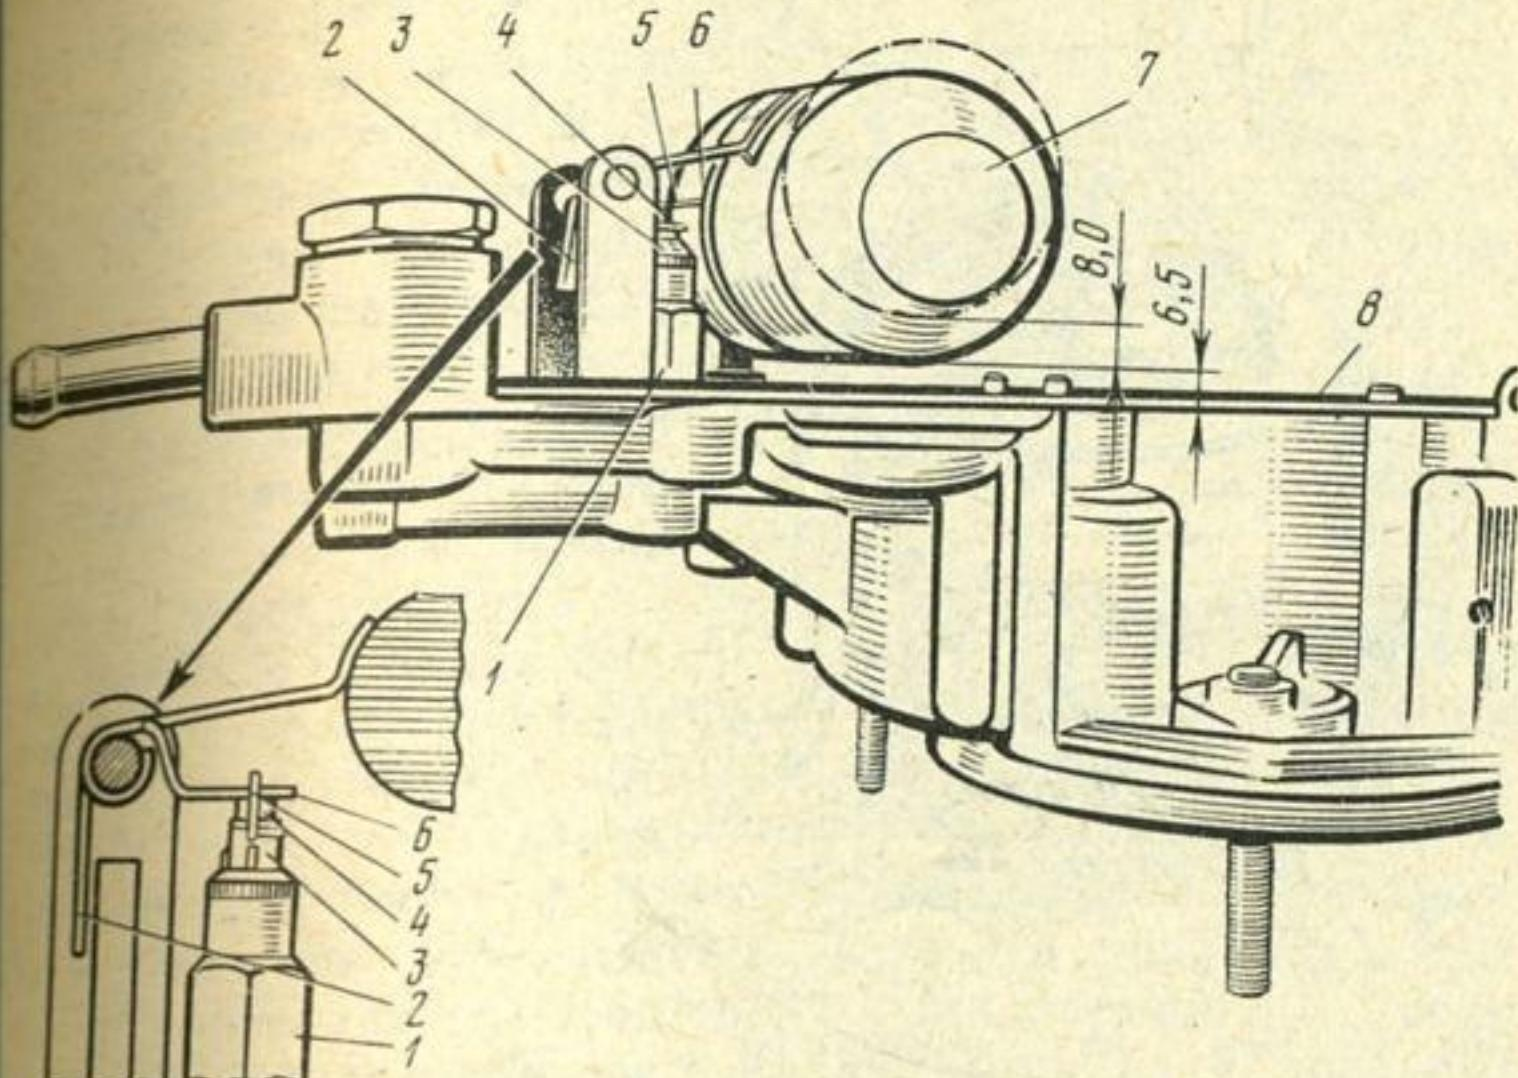

Рис. 14. Регулирование положения поплавка на крышке поплавковой камеры карбюратора 2101-1107010-11:
6. Перед началом регулировки положения поплавка убедитесь, что поплавок 7 (рис. 14) не имеет вмятин и пробоин и свободно вращается на оси. Седло 1 клапана подачи топлива должно быть плотно ввернуто в крышку поплавковой камеры, а шарик 4, встроенный в клапан 3, не должен зависать.
упор 6 до получения требуемого размера. Следите тем, чтобы упор был перпендикулярен оси клапана чтобы на его контактной поверхности не было зазубрин, которые могут быть причиной зависания клапана (рис. 14).